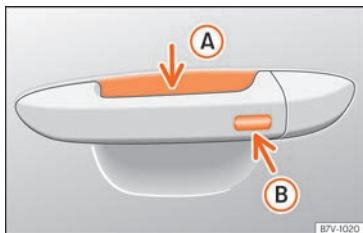

Fig. 150 Maniglia della porta: superfici sensibili.
- Mantenere un dito per alcuni secondi sulla superficie sensibile di blocco »» fig. 150 **B** della maniglia della porta per chiudere il tettuccio. Se si smette di toccare la superficie sensibile si interrompe la funzione di chiusura.